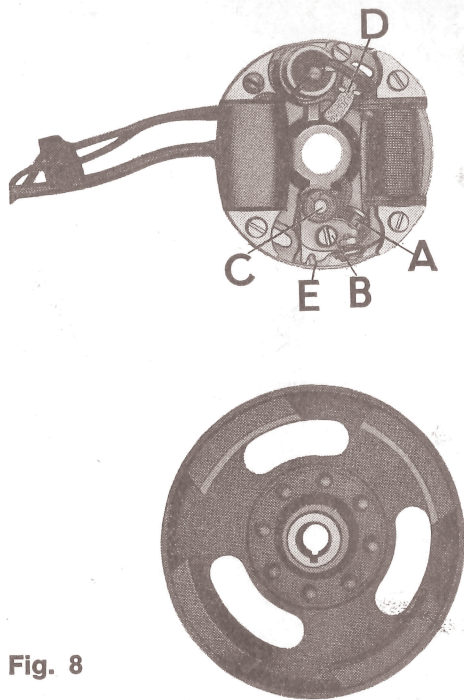

Fig. 8
Lubrificazione e registrazione del ruttore (Vedere fig. 8)
N.B. - Nella fig. 8 il volano appare smontato: lo smontaggio è stato effettuato al solo scopo di poter mostrare con maggior chiarezza quali sono le parti da lubrificare e registrare; la manutenzione di queste parti viene eseguita attraverso le finestre del volano ruotandolo opportunamente.